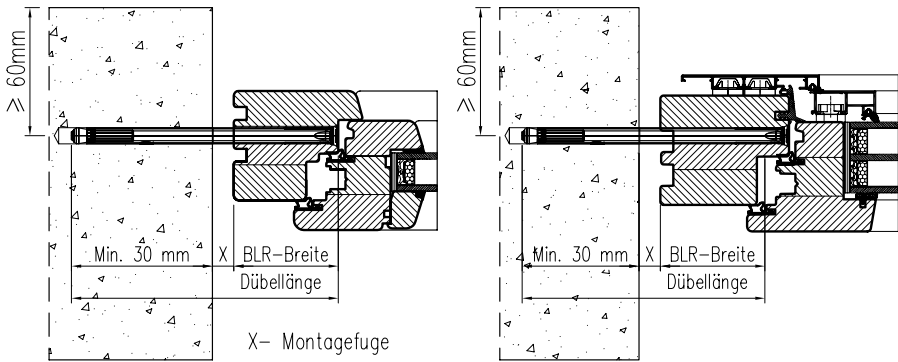
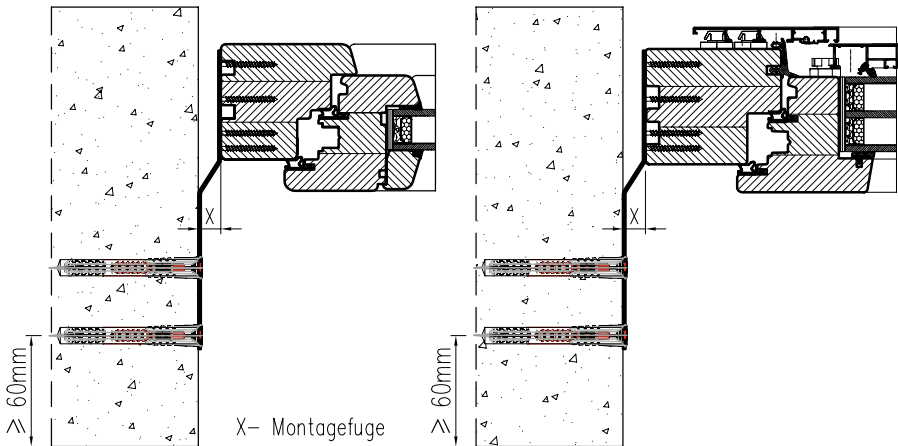

Abb. 2. Direktmontage – mithilfe von Dübeln
Abb. 3 . Direktmontage – mithilfe von Ankern
10. Den unteren Blendrahmen mithilfe von Dübeln (Abb. 2 S. 8) oder Montageankern befestigen. (Abb. 3 S. 8).